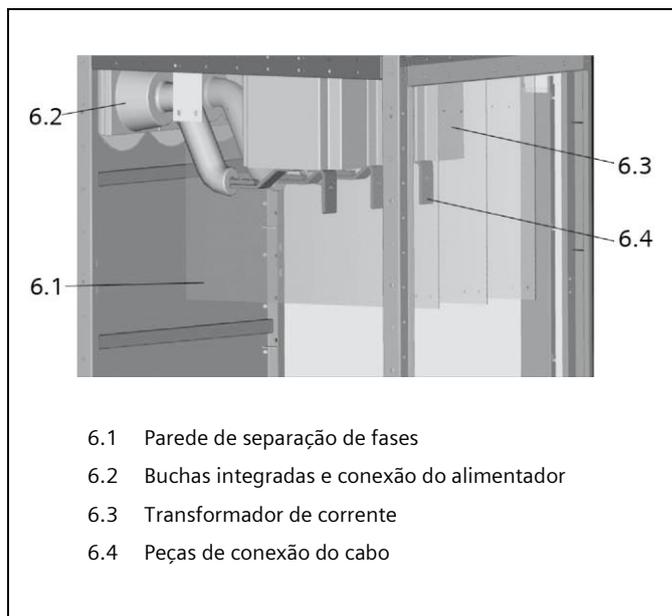

Fig. 6: Compartimento do cabo
1.2.4 Compartimento do cabo e TC (consulte a Fig. 6)